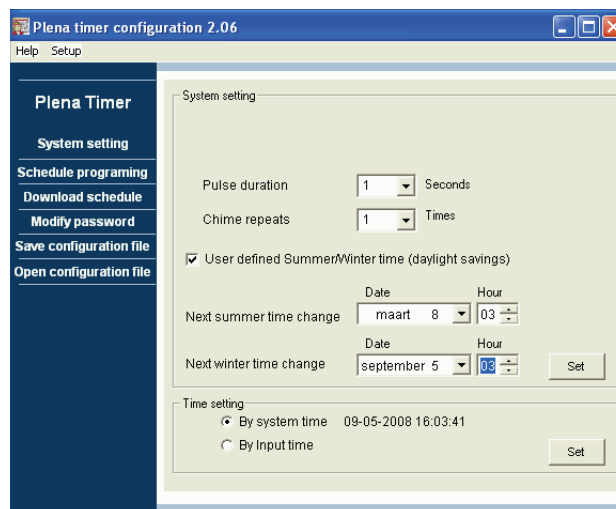

figura 8.13: Ventana “User defined Summer/Winter time”
- Haga clic en el botón de radio “By input time” y a continuación en el botón Set para ajustar manualmente el reloj del Plena Weekly Timer a la hora deseada. Aparecerá la siguiente ventana (véase figura 8.13).